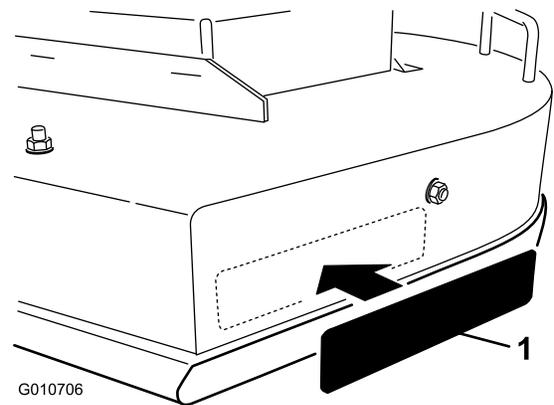

Figure 6
16. Retirez la pellicule de protection et appliquez l'autocollant sur le côté éjection de la tondeuse (Figure 6). Lissez l'autocollant du centre vers les bords pour éliminer les bulles d'air.